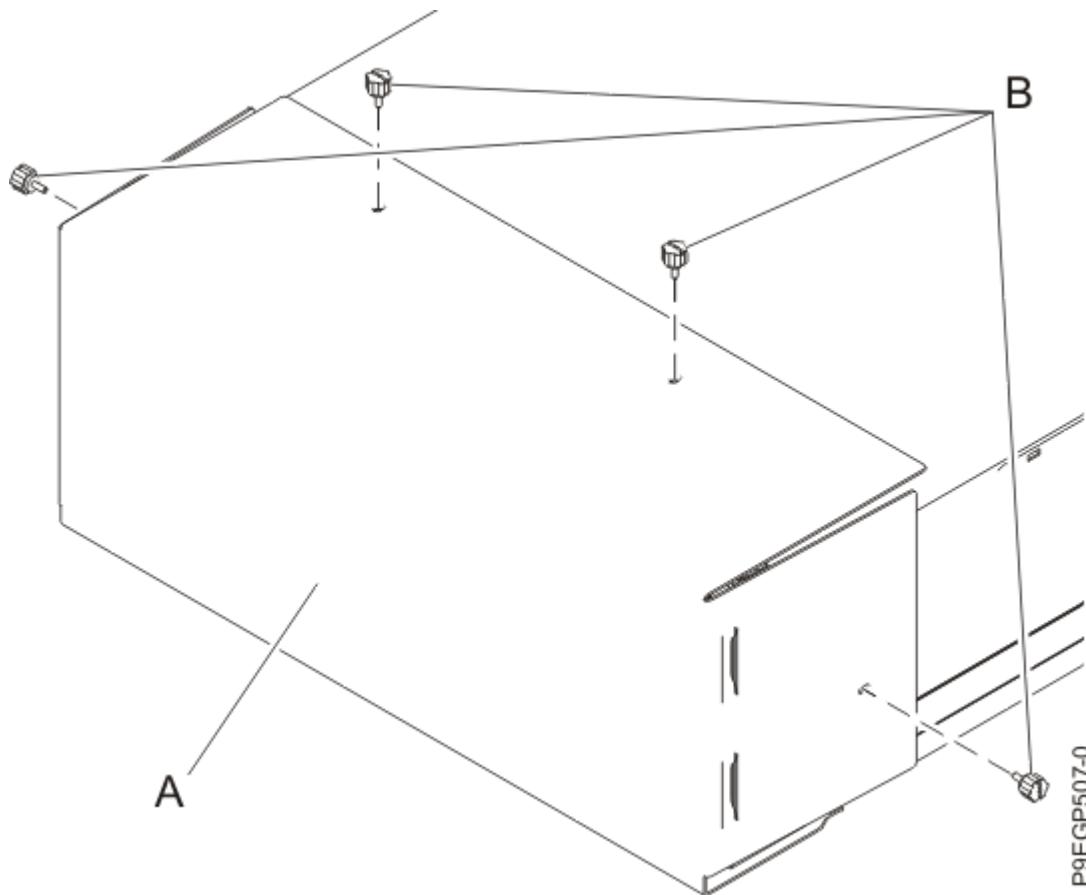

図 7. 配送カバーの取り外し
2. 11 ページの図 7 に示すように、ドロワーの背面に配送カバー (A) を固定するのに使用されている 4 本のつまみねじ (B) を取り外します。配送カバーを取り外します。